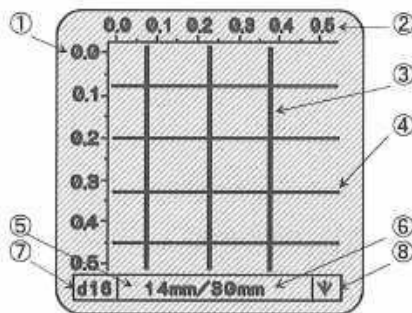

図53
- 横の鉄筋の測定が終わりましたら、↓キーを押してください。測定が終了します。(図53参照)